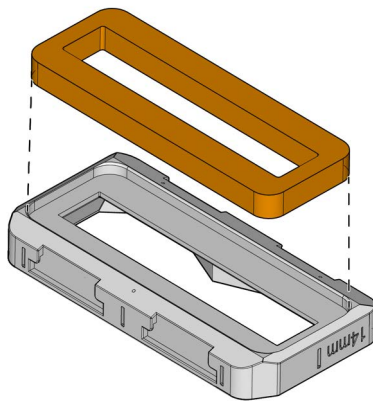

Figura 5-2 Esponja nova e placa da linha de atraso
6. Instale o novo bloco de esponja na placa da linha de atraso (veja a Figura 5-2 na página 74).